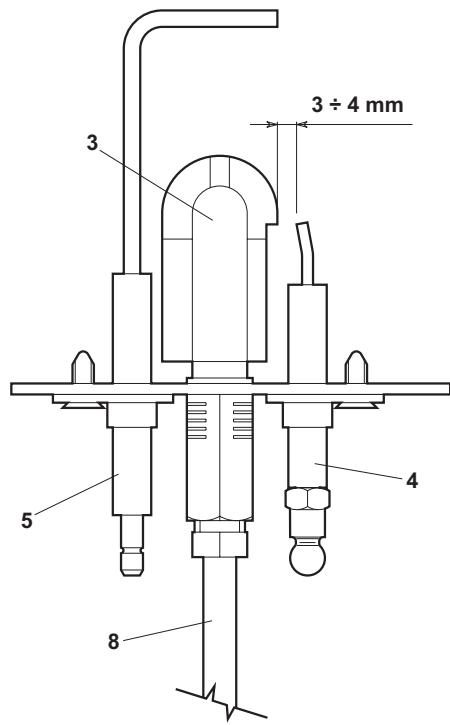

fig. 10
- Electrozi nu trebuie să aibă incrustații și trebuie să fie poziționați corect (a se vedea fig. 10).
Controlați ca electrozii să fie poziționați corect și să nu aibă incrustații (a se vedea fig. 10).